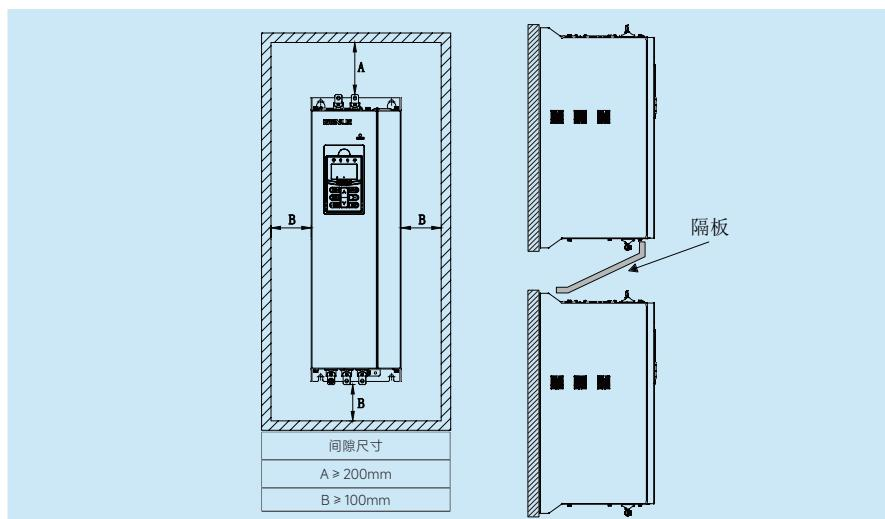

图 3-5 安装要求
- 2、变频器运行时要产生热量，为确保冷却空气的通路，如图 3-5 所示，变频器周围应留有一定的空间，此为最小安装允许间距，因产生的热量向上散发，所以请不要安装在不耐热设备的下方。